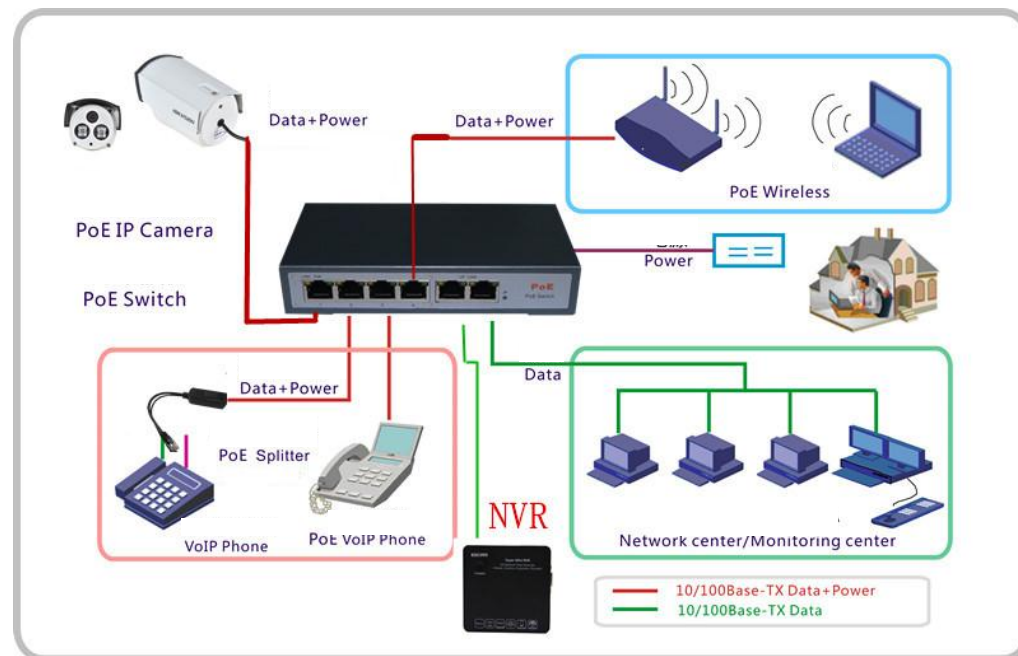

Рис. 1 Подключение сплиттера при построении сети потребителя
4.3. В зависимости от требований потребителя, выполнить подключение изделия в соответствии с примером построения сети, показанном на Рис. 1: